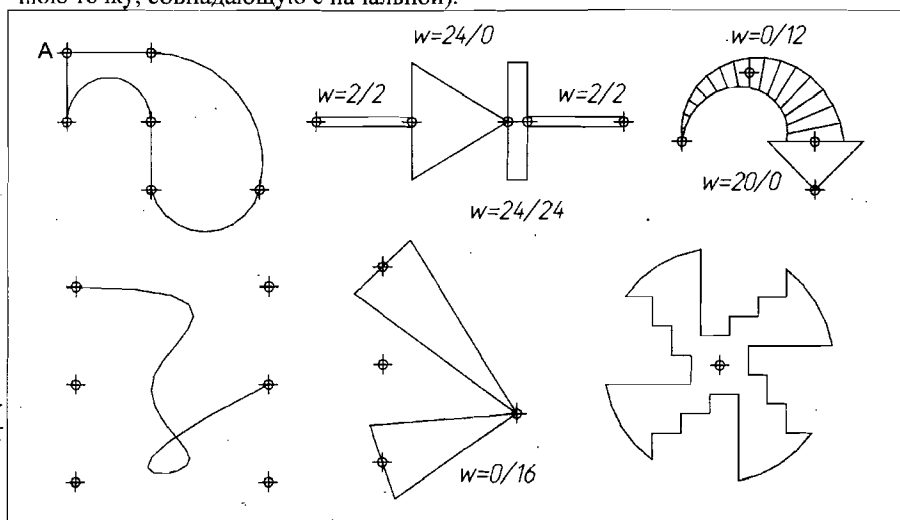

Рис.11
1. Командой ПЛИНИЯ (PLINE) (рис.11) построить полилинию по заданным опорным точкам, начиная от точки А в направлении по ходу часовой стрелки, используя для переключения между режимами вычерчивания прямолинейных и дуговых сегментов опции Линейный (Line) и Дуга (Arc) соответственно. Замыкающий прямолинейный сегмент построить опцией Замкнуть (Close) (полилиния не будет считаться замкнутой, если просто указать последнюю точку, совпадающую с начальной).